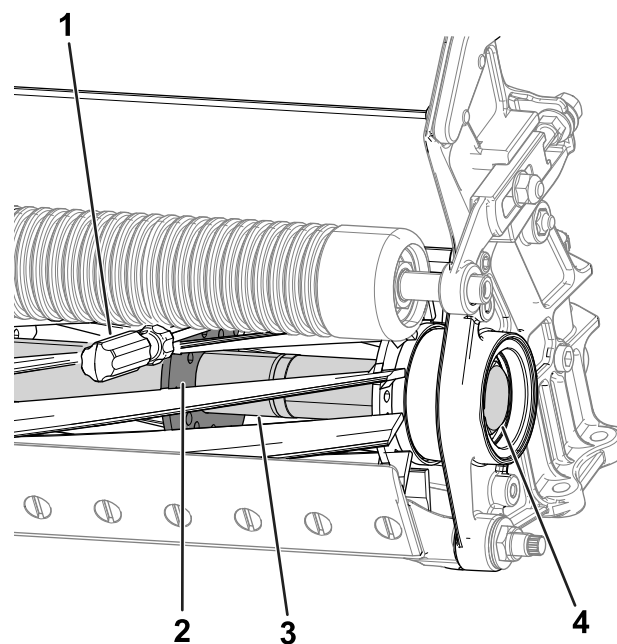

Bild 27
2. Stecken Sie ein langes Hebeleisen (empfohlen 10 mm x 300 mm mit Schraubendrehergriff) durch die Unterseite der Spindel, nahe an der Seite der Schneideinheit, die Sie anziehen werden (Bild 27).
3. Halten Sie das Hebeleisen gegen die geschweißte Seite der Halteplatte der Spindel (Bild 27).